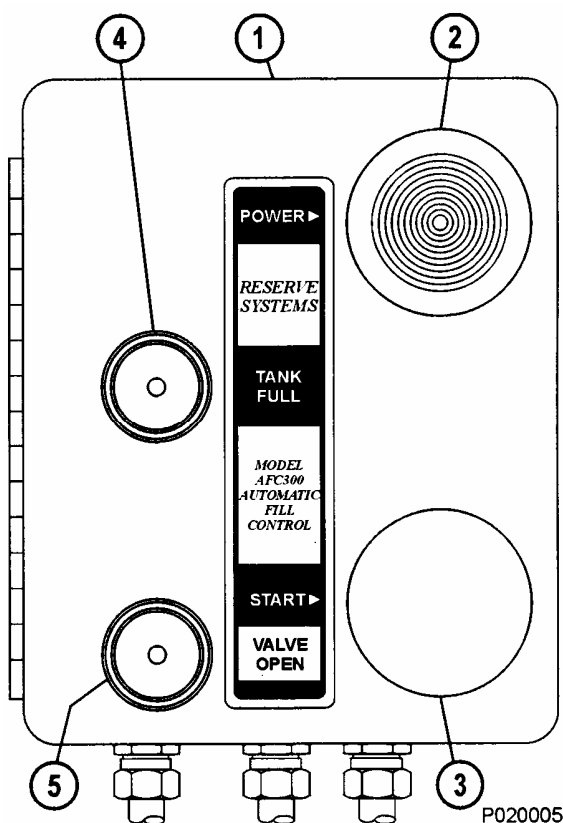

FIGURA 31-3. LLENADO REMOTO DEL ESTANQUE DE ACEITE DE RESERVA
El interruptor del sistema (2, Figura 31-3) es un interruptor de encendido luminoso que acciona el sistema de llenado. El interruptor de partida (3) es un interruptor de botón momentáneo que abre la válvula de llenado montada en el estanque de reserva para dar inicio al llenado automático del estanque de reserva. El aceite de suministro bajo presión fluye a través de la válvula de llenado y hacia el estanque.
2. Tire el interruptor del sistema (2, Figura 31-3) para accionar el sistema de llenado.
3. Presione el interruptor de partida (3). La luz VÁLVULA ABIERTA (5) se debe encender y el proceso de llenado comenzará.
4. Cuando el estanque esté lleno, la luz VALVULA ABIERTA se apagará y la luz FULL (LLENO) (4) se encenderá.
6. Mantenga presionado el interruptor de partida (3) por un par de segundos para aliviar la presión de aceite en la línea.
8. Presione el interruptor (2) para desconectar el sistema de llenado.